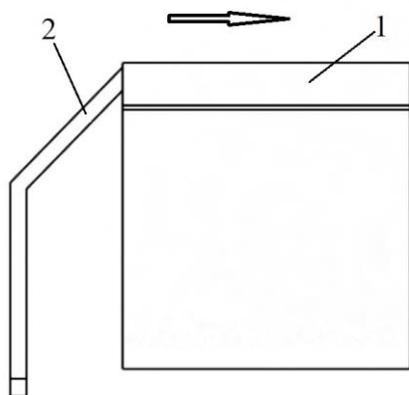

Рисунок 4 – Установка защиты подкрылка в требуемое положение: 1-защита; 2-кронштейн.
2. Снять подкрылки с трактора и демонтировать кронштейны подкрылков с цапфы. Защиту подкрылков поз. 1 сместить до упора относительно кронштейна поз. 2(см. рис. 4).